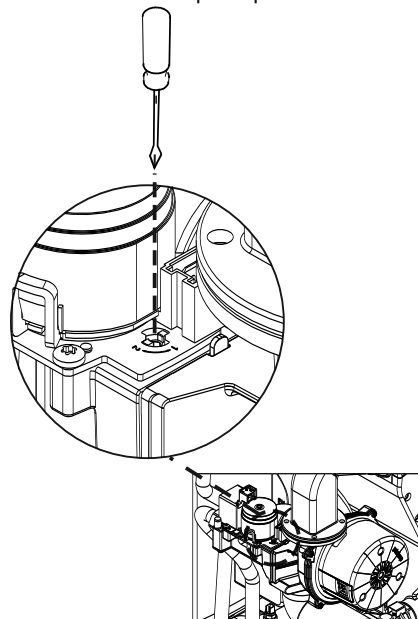

Figura 52. Regolazione della valvola del gas per la conversione del gas
- ❑ Per impostare il gas naturale, regolare la vite sulla valvola del gas nella posizione "1" (Figura 52).
- ❑ Per impostare il GPL, regolare la vite nella posizione "2" (Figura 52).